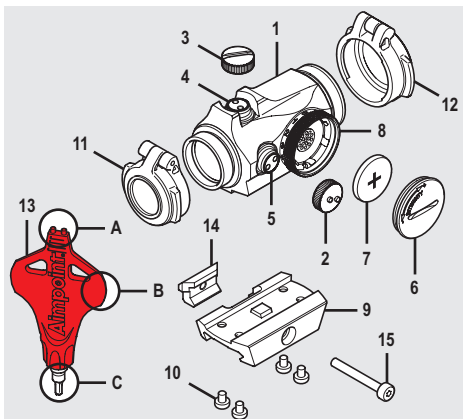

Fig. 1
- a Retirez le couvercle de la batterie (6) à l'aide de l'outil (13B).
- b Introduisez la pile (7) en orientant le pôle positif (+) vers le couvercle (6) comme illustré sur la Figure 1.
- c Positionnez le commutateur (8) sur le réglage d'intensité 12 (max.) et serrez le couvercle de la batterie (6) à l'aide de l'outil (13B). Lorsque vous rencontrez une résistance, serrez jusqu'à ce que le couvercle de la batterie (6) arrive en **butée**.
- d Vérifiez que le point rouge s'allume et qu'il n'y a **aucun** jeu entre le couvercle de la batterie (6) et le compartiment.